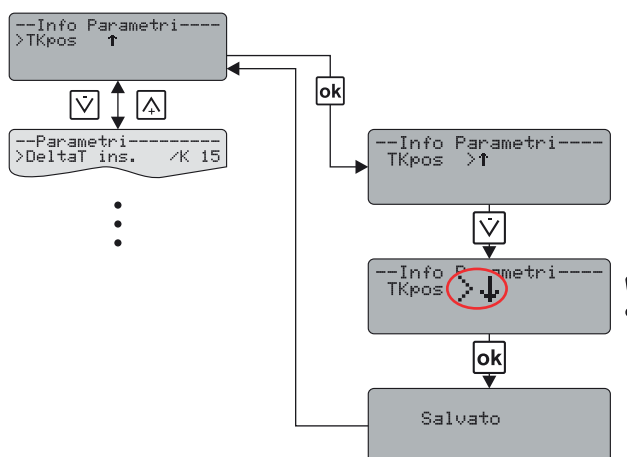

Fig. 6-8 Impostazione parametro " TK_{pos} " con posizione di montaggio sonda del collettore "Sotto"
- Se la sonda del collettore per impianti drain-back è stata montata nella parte inferiore del collettore, conformemente alle istruzioni di montaggio, il parametro " TK_{pos} " deve assolutamente essere impostato su "↓" (v. fig. 6-8).